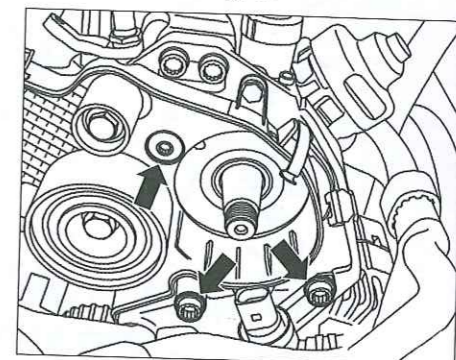

Fig. 34
- Desmontar los tornillos de fijación de la bomba de alta presión, y retirar la bomba (Fig.34).